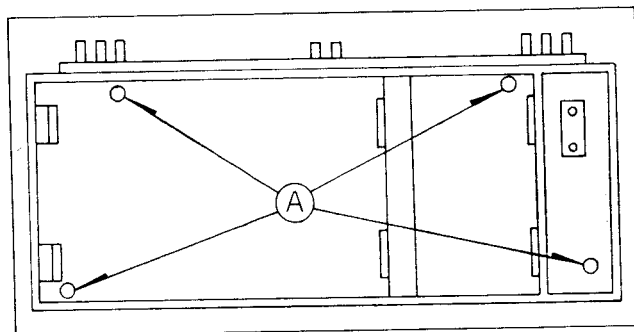

Fig. 11-1
- Retirer les quatre vis avec la marque **(A)** comme indiqué sur la figure 11-1, puis déposer la boîte accessoire.